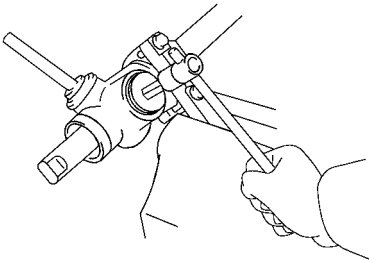

图 16-23 拆下齿条导套弹簧帽和弹簧
(7) 拆下齿条导套弹簧帽和齿条导套弹簧。使用 17mm 六角套筒扳手拆下齿条导套弹簧帽和弹簧，如图 16-23 所示。